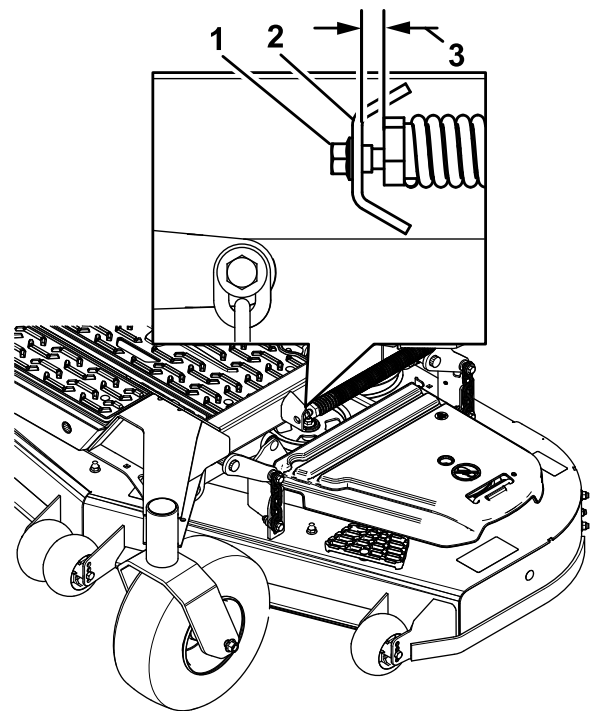

Bild 86
10. Lösen Sie langsam die Einstellschraube an der Feder der Hubhilfe, bis Sie die Schraube entfernen können (Bild 86).